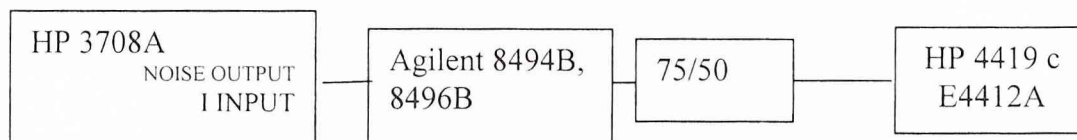

Рис. 3
7. Собрать схему согласно рис.3